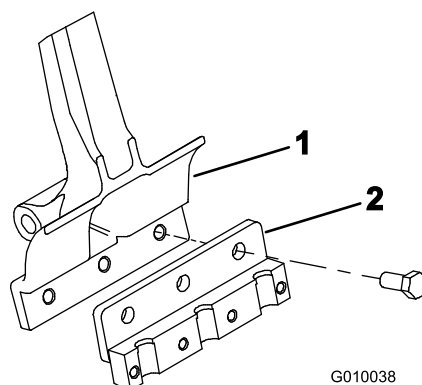

Figure 24
- Fixez un porte-louchets sur chaque bras d'aération (Figure 24) à l'aide de 3 boulons ($\frac{1}{2} \times 1\frac{1}{4}$ po). Serrez les boulons à 101,6 N·m (75 pi-lb).